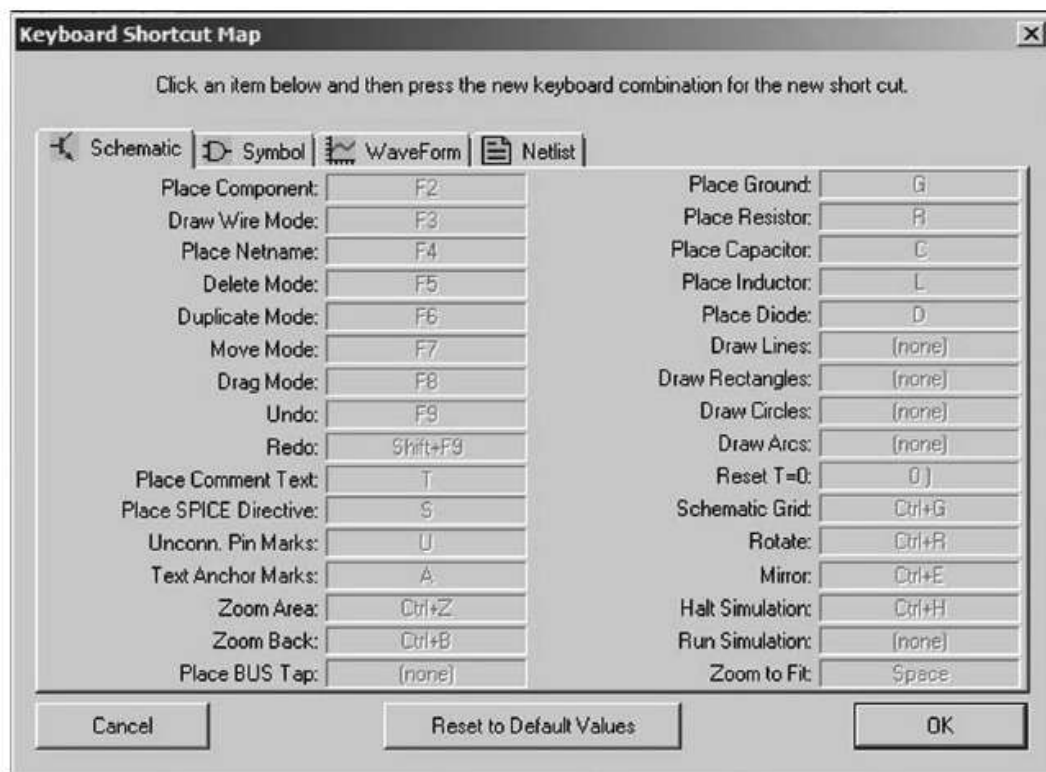

Figure 18.6
- **Hot Keys[*]** (tableau des raccourcis clavier). Accès direct à la fenêtre : **Keyboard Shortcut Map** illustrée à la figure 18.6.